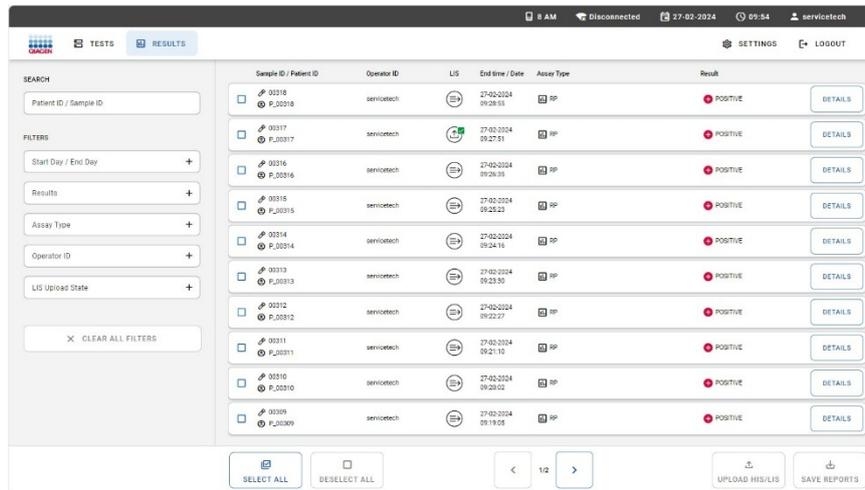

Figura 76. Status de carregamento no HIS/LIS na visão geral de resultados.
2. Na visão geral dos resultados, o estado do carregamento é apresentado na coluna LIS (Figura 76).